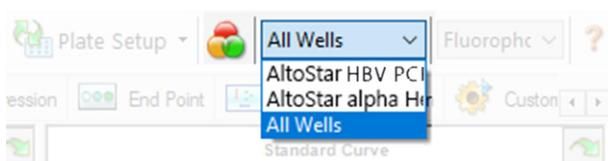

Figure 4: Bouton Well Group (Groupe de puits) et menu déroulant Well Group (Groupe de puits)
Dans la fenêtre Data Analysis (Analyse des données), veillez à sélectionner le **Well Group** (Groupe de puits) du kit AltoStar® HBV PCR Kit 1.5. Pour cela, cliquez sur le menu déroulant **Well Group** (Groupe de puits) à droite en regard du bouton **Well Group** (Groupe de puits) (voir la figure 4) sur la barre d'outils. N'utilisez pas le **Well Group** (Groupe de puits) *All Wells* (Tous les puits). La sélection de la figure 4 est utilisée comme vue d'exemple général.
1. Dans la fenêtre Data Analysis (Analyse des données), veillez à sélectionner le **Well Group** (Groupe de puits) du kit AltoStar® HBV PCR Kit 1.5. Pour cela, cliquez sur le menu déroulant **Well Group** (Groupe de puits) à droite en regard du bouton **Well Group** (Groupe de puits) (voir la figure 4) sur la barre d'outils.